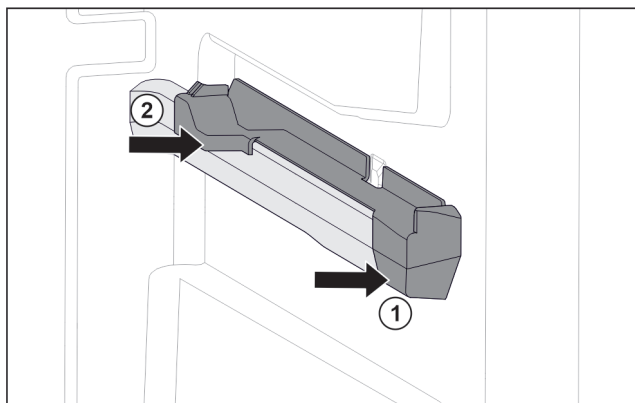

Fig. 139 Elemento inseribile sulla nervatura destra del contenitore
- Posizionare l'elemento inseribile sulla parte anteriore della nervatura del contenitore. Fig. 139 (1)
- Premere l'elemento inseribile sulla parte posteriore. Fig. 139 (2)